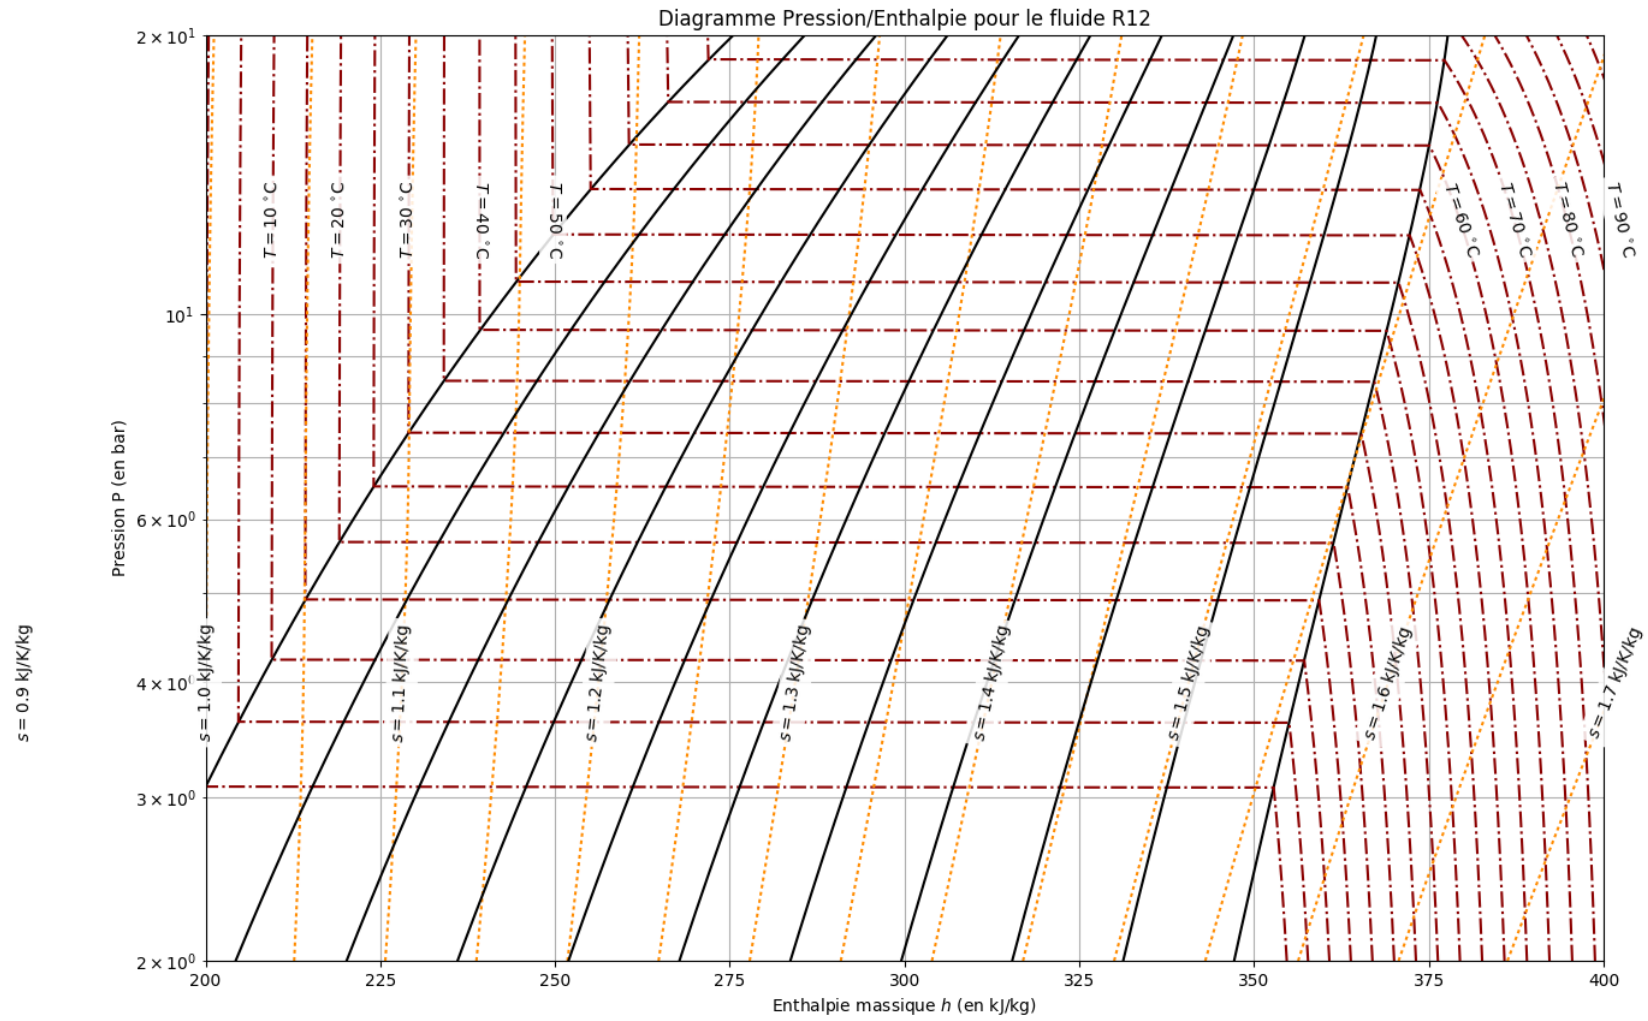

Fig. 2 : Diagramme P, h du fréon (R12)
- Définir et déterminer l'efficacité e de la pompe à chaleur ; on lira les valeurs sur la figure 2.